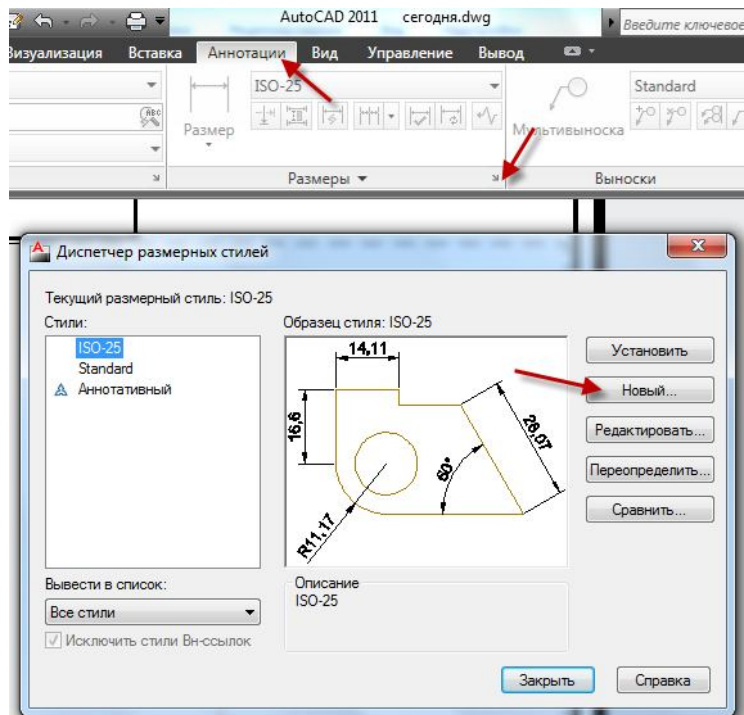

Рис. 3.20. Диалоговое окно Диспетчер размерных стилей
- Размерные команды в рабочем пространстве 3D-моделирования находятся на вкладке **Аннотации**, панель **Размеры** (рис.3.20).